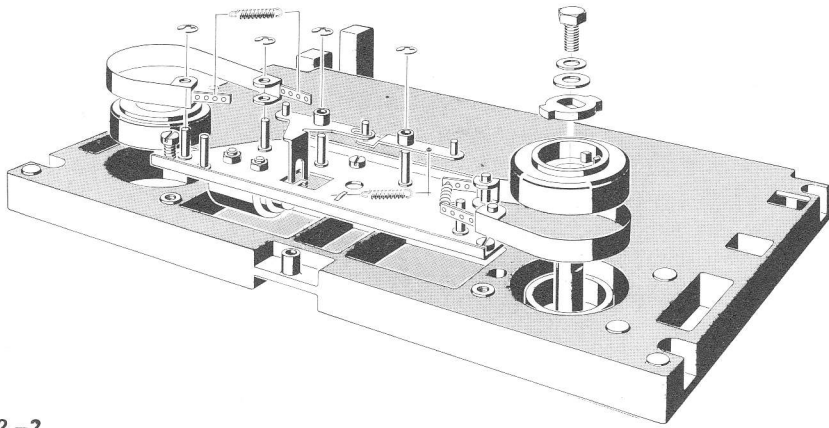

Fig. 4.2.—2
4.2.1. Messung der Bremsmomente (Fig. 4.2.-1)
4.2.1. Braking torque (fig. 4.2.-1)
4.2.1. Mesure du moment de freinage (fig. 4.2.-1)
4.2.2. Einstellen der Bremsen (Fig. 4.2.—2)
4.2.2. Adjustment of braking torque (fig. 4.2.—2)